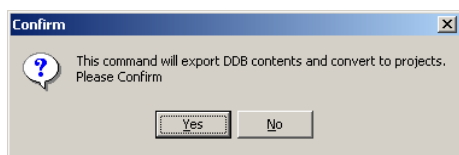

图 5.34 “Confirm”消息框
(1) 启动 Protel DXP2004，在主菜单中选择“File”->“Open”命令，打开“打开”对话框。
(2) 在“打开”对话框中选择“Protel DOS Schematic Libraries.ddb”文件，单击“打开”按钮，打开如图 5.34 所示的“Confirm”消息框，提示用户系统会自动将所选的“DDB”数据库文件转化为项目文件。